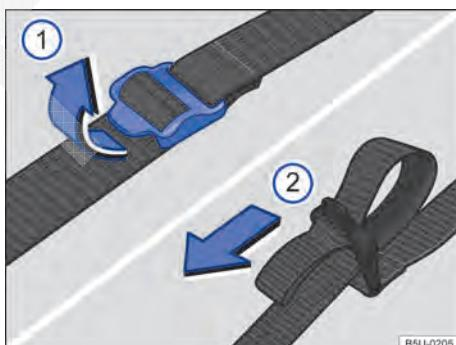

Fig. 189 Cintas de fixação da bolsa das ferramentas de bordo.
- Puxar as fivelas da cinta de fixação no sentido da seta → Fig. 189 ①.
- Puxar firmemente as cintas pelas alças no sentido da seta → Fig. 189 ② para fixar a bolsa das ferramentas de bordo.